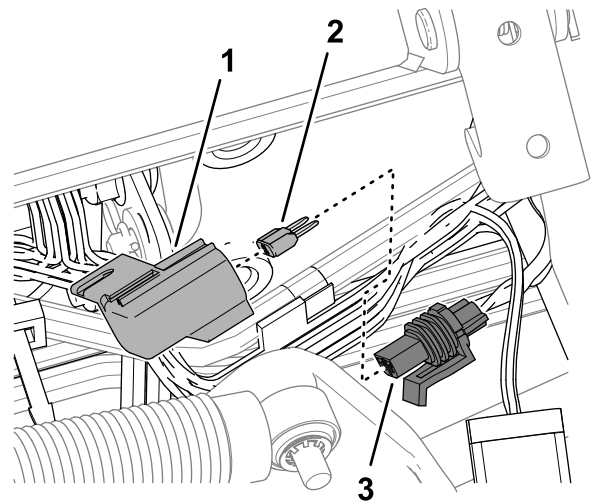

Рисунок 98
3. Снимите крышку со встроенного держателя предохранителя с маркировкой 10 A FUSE TELEMATIC PWR (ПРЕДОХРАНИТЕЛЬ 10 А ПИТАНИЯ УСТРОЙСТВА ТЕЛЕКОММУНИКАЦИИ) (Рисунок 98).